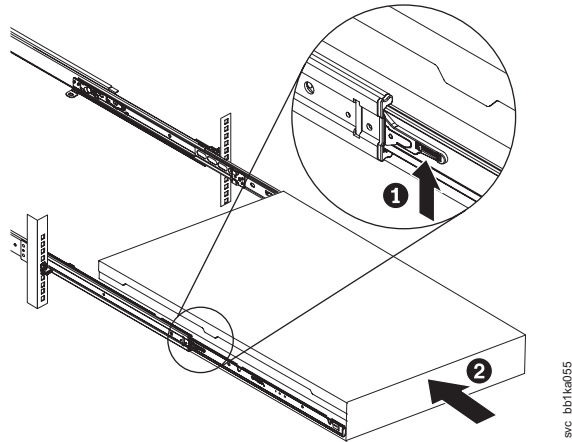

図 123. ラックのスライド・レールの SAN ボリューム・コントローラー 2145-CF8 または 2145-CG8 ロック・レバーを上げる
12. スライド・レール上のロック・レバー (158 ページの図 123 の **1**) を上げて、サーバー **2** を、所定の位置にカチッと音を立てて収まるまで、ラック内に完全に押し込みます。